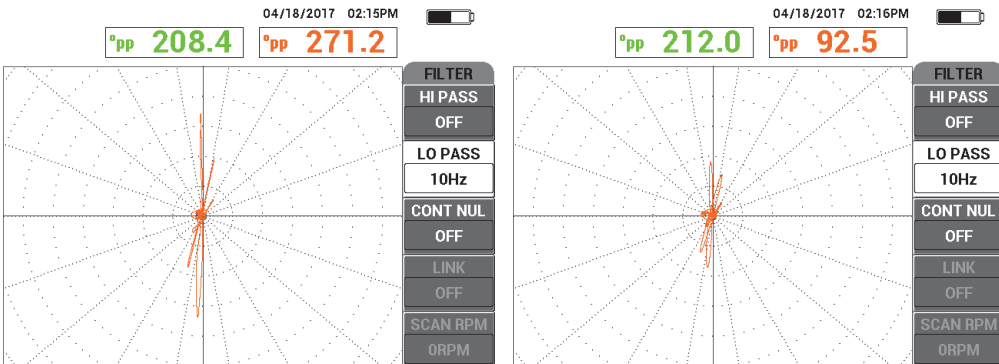

Abbildung 5-205 Prüfung mit Filter TI-PASS von 10 Hz (*links*) mit zu schneller Prüfgeschwindigkeit (*rechts*)
3. Prüfen Sie das Rohr auf Defekte (siehe Abbildung 5-205 auf Seite 292).